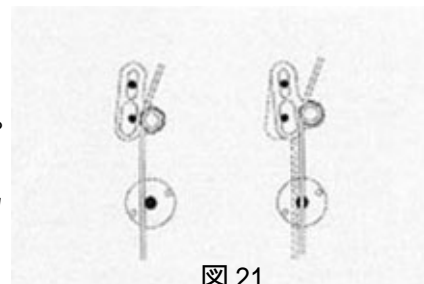

図21
- ナットの位置を保つために片手でナットを押さえながら下のネジを緩め、希望する方向にナットを移動してください（図21）。